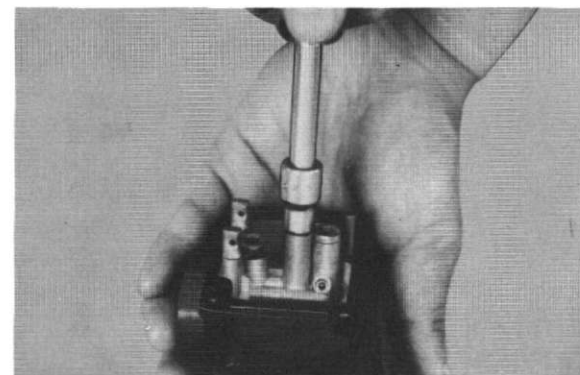

Fig. 4-12
- c. Main nozzle (Fig. 4-12)
- c. Tube de giclage (Fig. 4-12)
- c. Hauptzerstäuber (Bild 4-12)